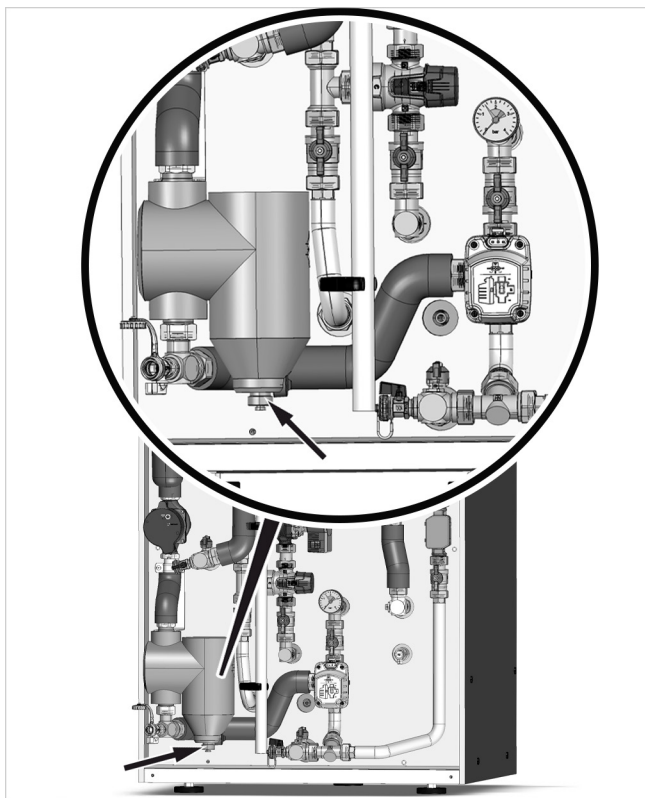

Fig. 42: pulizia del separatore di fango tramite il rubinetto di scarico
1. Posizionare un recipiente di raccolta sotto il rubinetto di scarico (vedi → fig. 42).